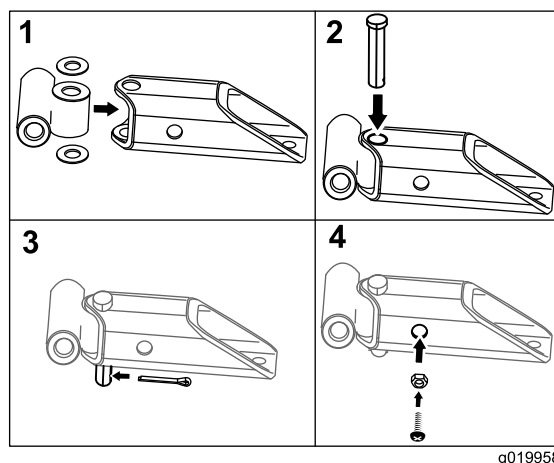

Figura 4
2. Introduzca el pasador por la parte superior del tubo de pivote, la primera arandela, el enganche, la segunda arandela y la parte inferior del tubo de pivote (Figura 4, 2).
3. Sujételo con la chaveta (Figura 4, 3).
4. Coloque una contratuerca (1/2 pulgada) en cada perno de cuello cuadrado (1/2 pulgada) (Figura 4, 4).
5. Enrosque cada perno de cuello cuadrado en el lateral del tubo de pivote (Figura 4, 4).
1. Coloque las 2 arandelas de empuje en los orificios del enganche y colóquelo dentro del tubo de pivote (Figura 4, 1).